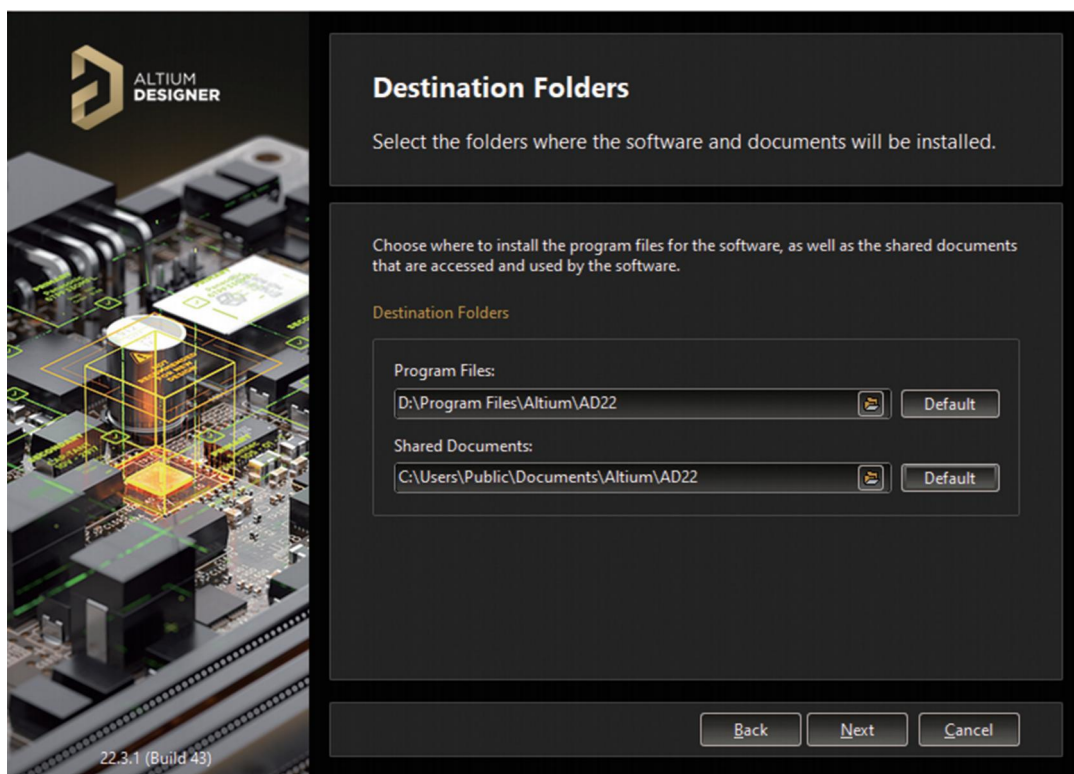

图 1-7 选择安装路径对话框
(5)弹出选择安装路径对话框,如图 1-7 所示,推荐安装在 D 盘。